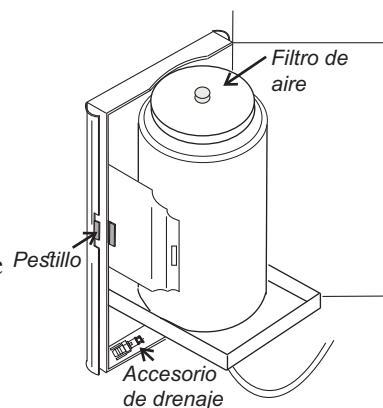

Figura 1-13. Frasco de agua
2. Abra la puerta de acceso ubicada en la parte frontal de la unidad, debajo del tablero de control. Vea la figura 1-13.